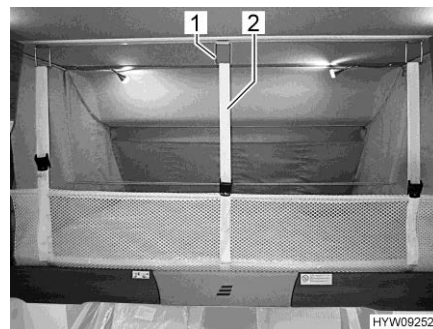

Fig. 97 Rete protettiva (letto basculante)
- Staccare le cinture di ritegno (Fig. 97,2) e sistemare la rete protettiva sotto il materasso.
- Agganciare le cinture di ritegno (Fig. 97,2) ai ganci (Fig. 97,1) del soffitto.